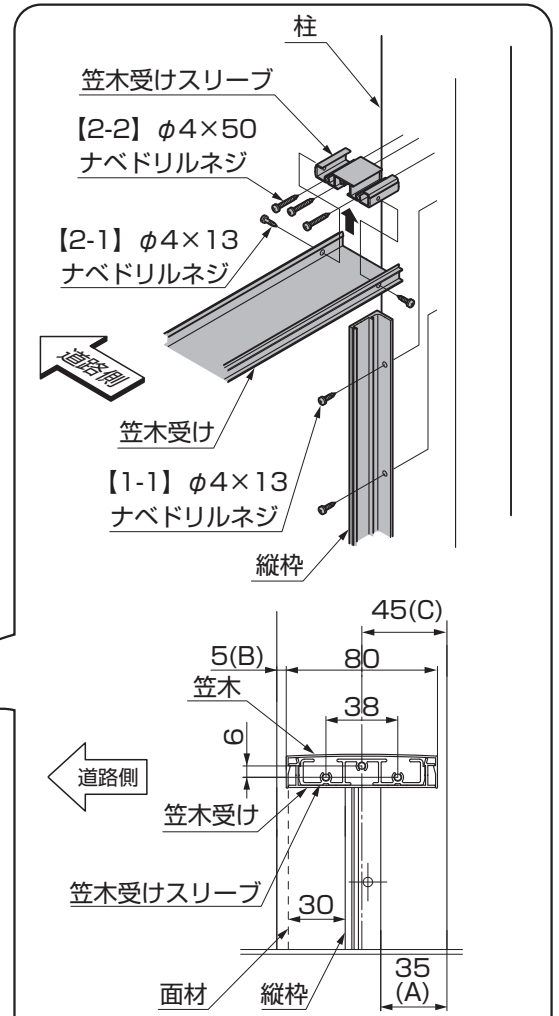

図5-12
- ① 笠木受けスリーブを柱に【2-2】で取付けてください。(図5-12参照)
- ② 笠木受けを笠木受けスリーブにはめ込み【2-1】で取付けてください。
- ③ 縦椋を笠木受けにあて【1-1】で取付けてください。(図5-12参照)
- 図5-12の取付け位置の場合、面材厚さ30mmまで取付けできます。